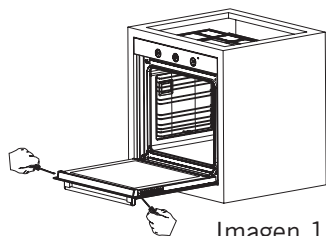
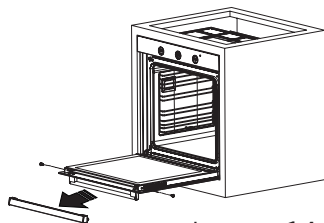
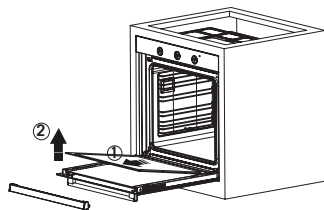

Imagen 13
Imagen 14
Imagen 15
2. Retire los tornillos de los lados izquierdo y derecho como se muestra en la imagen 13. Retire el perfil tirando de él hacia usted como se muestra en la imagen 14. El cristal quedará libre después de que se retire el perfil, como se muestra en la imagen 15. Tire con cuidado del cristal liberado hacia usted. Si es necesario, el cristal central también puede ser retirado de la misma manera. El cristal exterior está fijado al perfil de la puerta del horno. Puede limpiar fácilmente el cristal una vez que se haya retirado. Una vez que se haya completado la limpieza y el mantenimiento, puede reemplazar los cristales y el perfil siguiendo el procedimiento anterior en la forma inversa. Asegúrese de que el cristal se coloca en la posición correcta y que el perfil quede bien colocado.